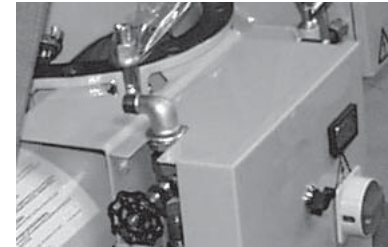

Bild 9: Schaltschrank mit Befestigungsplatte
- Mit den zwei verbliebenen Schrauben die Befestigungsplatte und den Durchlaufmischer an der Silo-Verschlussklappe befestigen (Bild 9).